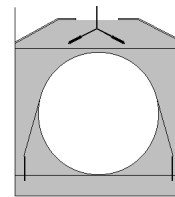

Figura 3
8) La sección tipo ideal será la de la figura 4, para ello es conveniente que se coloque un encofrado como el de la figura 3, con ello eliminaremos tensiones sobre el tubo y optimizaremos el gasto de hormigón.